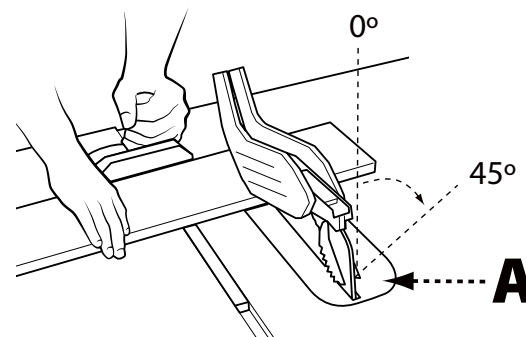

FIGURA 27
El corte transversal biselado es igual al corte transversal excepto que el ángulo de biselado (A) se ajusta a un ángulo distinto a 90°. Cuando realice un corte transversal biselado, coloque la galga de inglete en la ranura de inglete derecha de modo que la hoja se incline lejos de la galga y las manos. Vea la Figura 27.